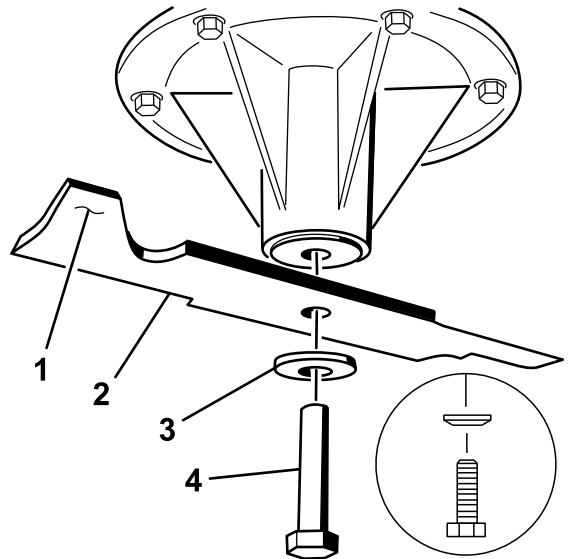

Figure 97
1. Placez la lame sur l'axe (Figure 97).
2. Mettez en place la rondelle élastique et le boulon de la lame (Figure 97).
**Remarque:** Le cône de la rondelle élastique doit être dirigé vers la tête du boulon (Figure 97).